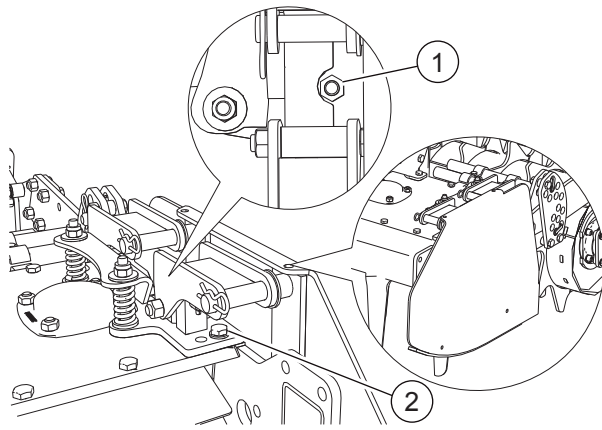

FIG. 16
- Die Schraubenmutter festdrehen (1, "Fig. 16").
- Die Schrauben eindrehen (2).